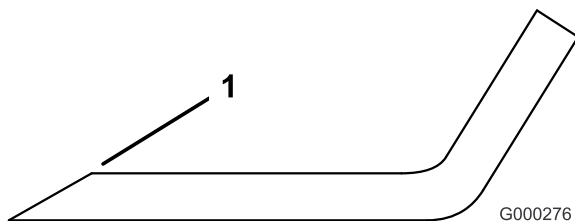

Figura 67
1. Afíle el filo de corte en ambos extremos de la cuchilla (Figura 67). Mantenga el ángulo original. La cuchilla permanece equilibrada si se retira la misma cantidad de material de ambos bordes de corte.